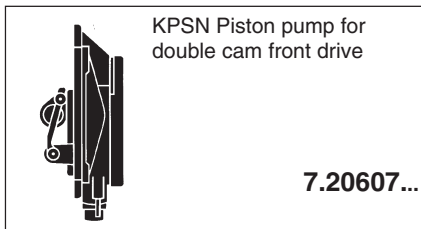

Fig. 3
- 7.20607..., fig. 3
#### For 7.20607..., fig. 3